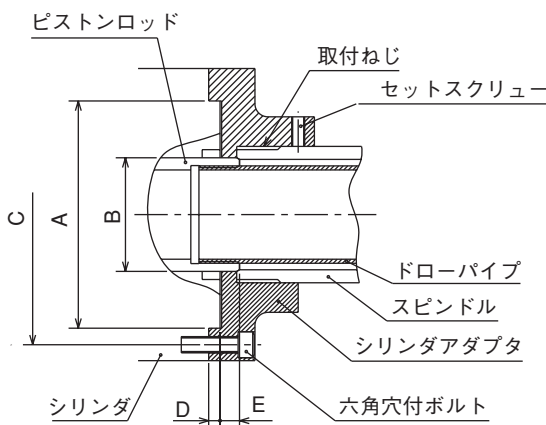

図11 シリンダアダプタ取付部
- シリンダは旋盤スピンドル支持部にできるだけ接近させてください。シリンダアダプタの取付方法及び振れの測定方法を一例として図示します。（図11、表11）